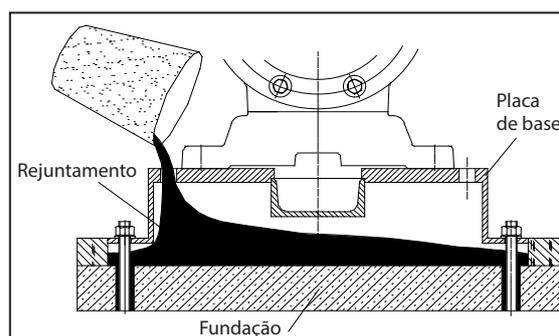

Figura 4.1 – Rejuntamento
1. Após o rejuntamento, fixe os mangotes do tubo e ajuste ligeiramente o parafuso de ancoragem para acoplar com os furos dos parafusos na placa de base (veja a Figura 4.1).